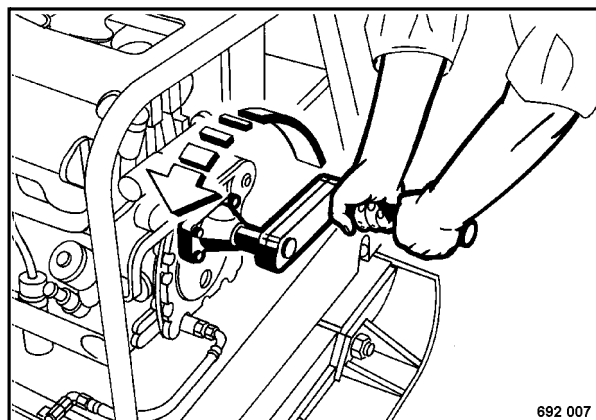

Fig. 7
- Introducir la manivela (Fig. 7).